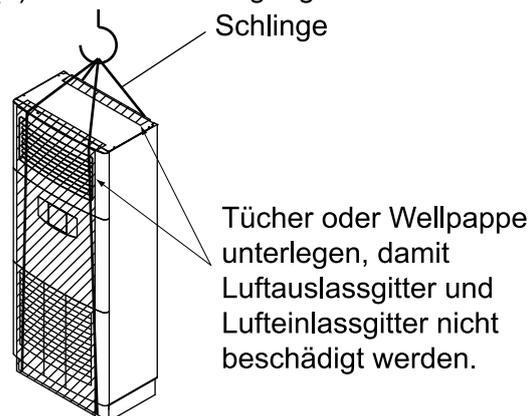

Abb. 1
- Wenn das Gerät zum Anheben aufgehängt wird, verwenden Sie eine Seilschlinge aus weichem Material, wie unten gezeigt. (Siehe Abb. 1)
(1) Horizontale Aufhängung
(2) Vertikale Aufhängung